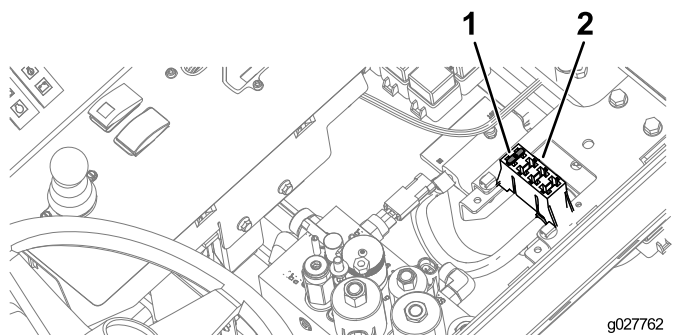

Figura 8
4. Instale el fusible en el bloque de fusibles (Figura 8).